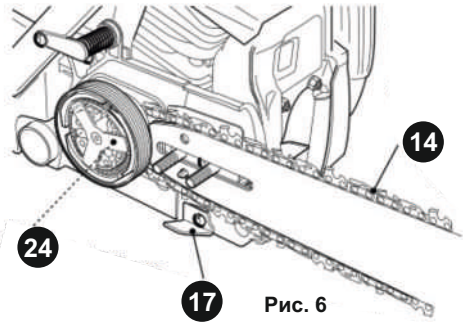

Рис. 6
7. Установите пильную цепь (14) на зубчатое колесо (24) за муфтой (25) и вокруг шины (13). Убедитесь, что цепь находится над ограничителем (17) (Рис. 6).